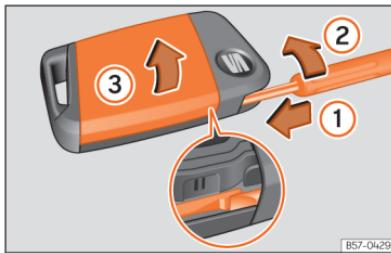

Fig. 49 Chave do veículo: abertura da tampa do compartimento da pilha.
- Introduza uma chave de fendas de folha plana na chave do veículo, pelo guia exterior da chave de emergência, aprox. 1 cm no sentido da seta »» Fig. 49 ①.
- Rode a chave de fendas no sentido dos ponteiros do relógio até que a tampa se abra »» Fig. 49 ②.
- Desloque a tampa no sentido da seta »» Fig. 49 ③ e retire-a »» ①.